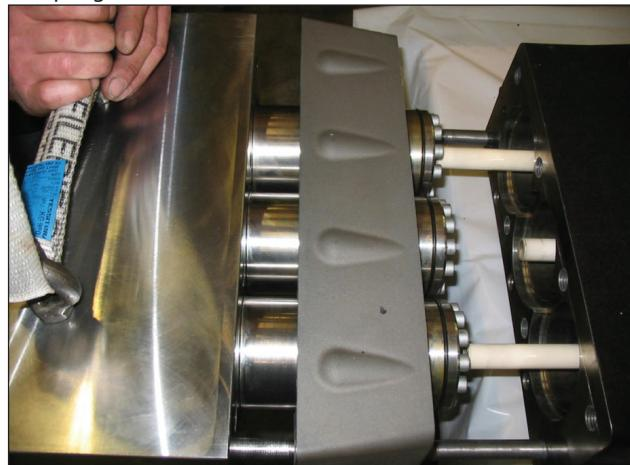

Abb. 99
Trennen Sie den Kopf und das Distanzstück der Buchsen vom Pumpengehäuse (Pos. ①, Abb. 99).